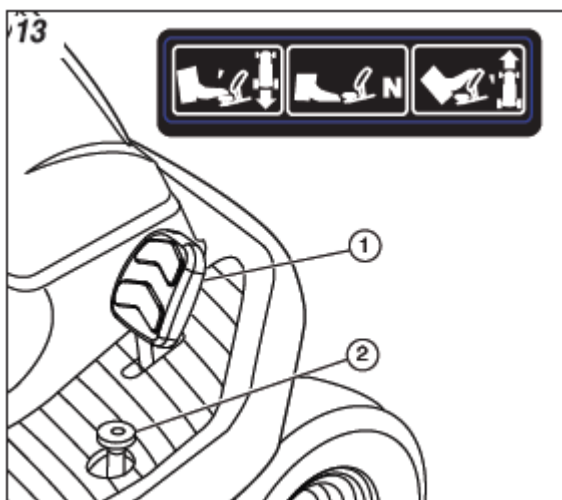

Рис. 14
2. Уберите ногу с педали управления скоростью (1) (см. рис. 14).
3. Плавно нажмите на педаль заднего хода (2).
1. Плавно отпустите педаль (1) или (2) и уберите с нее ногу (см. рис. 14). Педали автоматически переместятся в нейтральное положение.
2. После того, как райдер остановится, плавно нажмите на педаль (1) или (2).